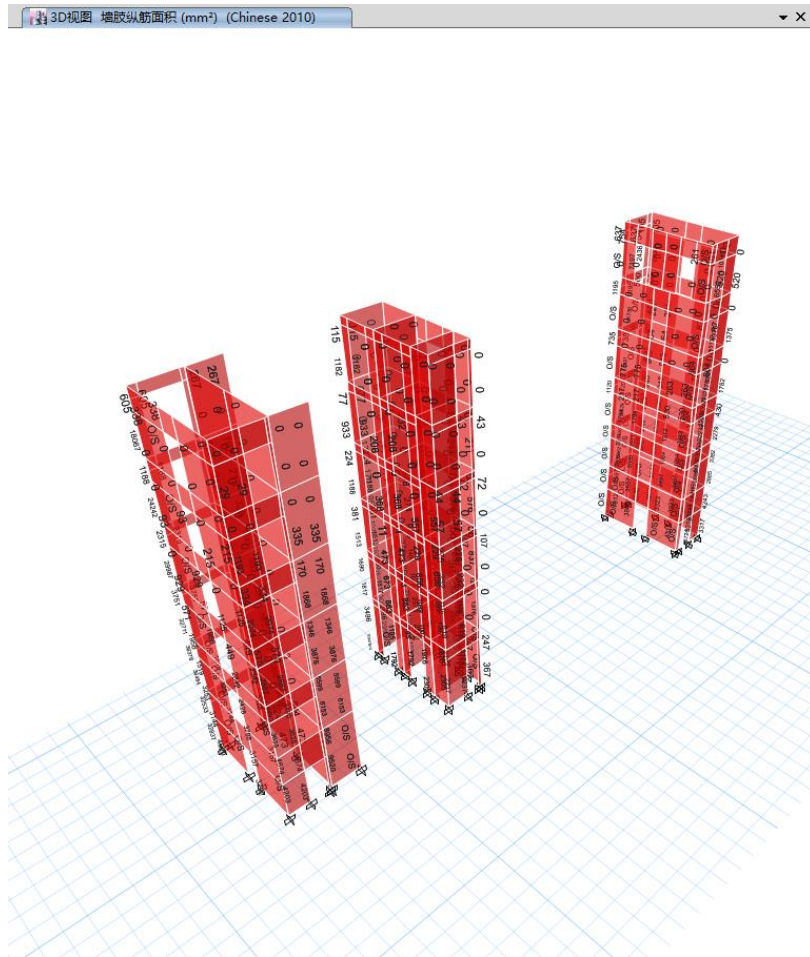

图 9-2 墙肢纵向配筋
5. 完成设计后，三维视图中显示墙肢纵向配筋，如图 9-2 所示：